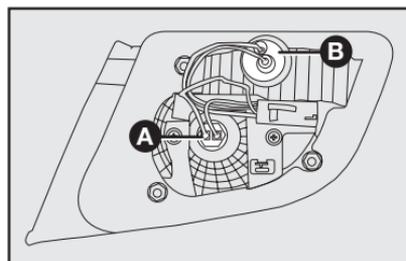

fig. 48
**A-fig. 48:** Luz de posición trasera.
**B-fig. 48:** Luz de marcha atrás.
2) Para sustituir la lámpara de la luz de posición, tire del portalámpara **A-fig. 48** y quite la lámpara fijada a presión. En seguida, sustituya la lámpara y recolque el portalámpara.
3) Para sustituir la lámpara de la luz de marcha atrás, gire en sentido antihorario el portalámpara **B-fig. 48** y quite la lámpara fijada a presión. En seguida, sustituya la lámpara y recolque el portalámpara, girándolo en sentido horario.
Para sustituir una lámpara del grupo de luces traseras de la carrocería **B-fig. 48**, es necesario: